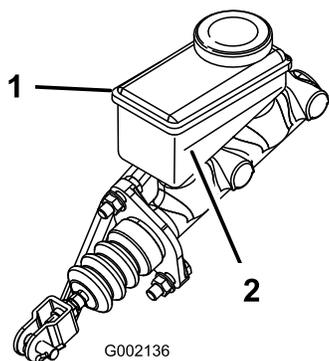

**Рисунок 53**
2. Поднимите капот, чтобы получить доступ к главному тормозному цилиндру и бачку (Рисунок 53).
- Очистите область вокруг крышки бачка и снимите крышку (Рисунок 53).
- Установите на место крышку бака (Рисунок 53).